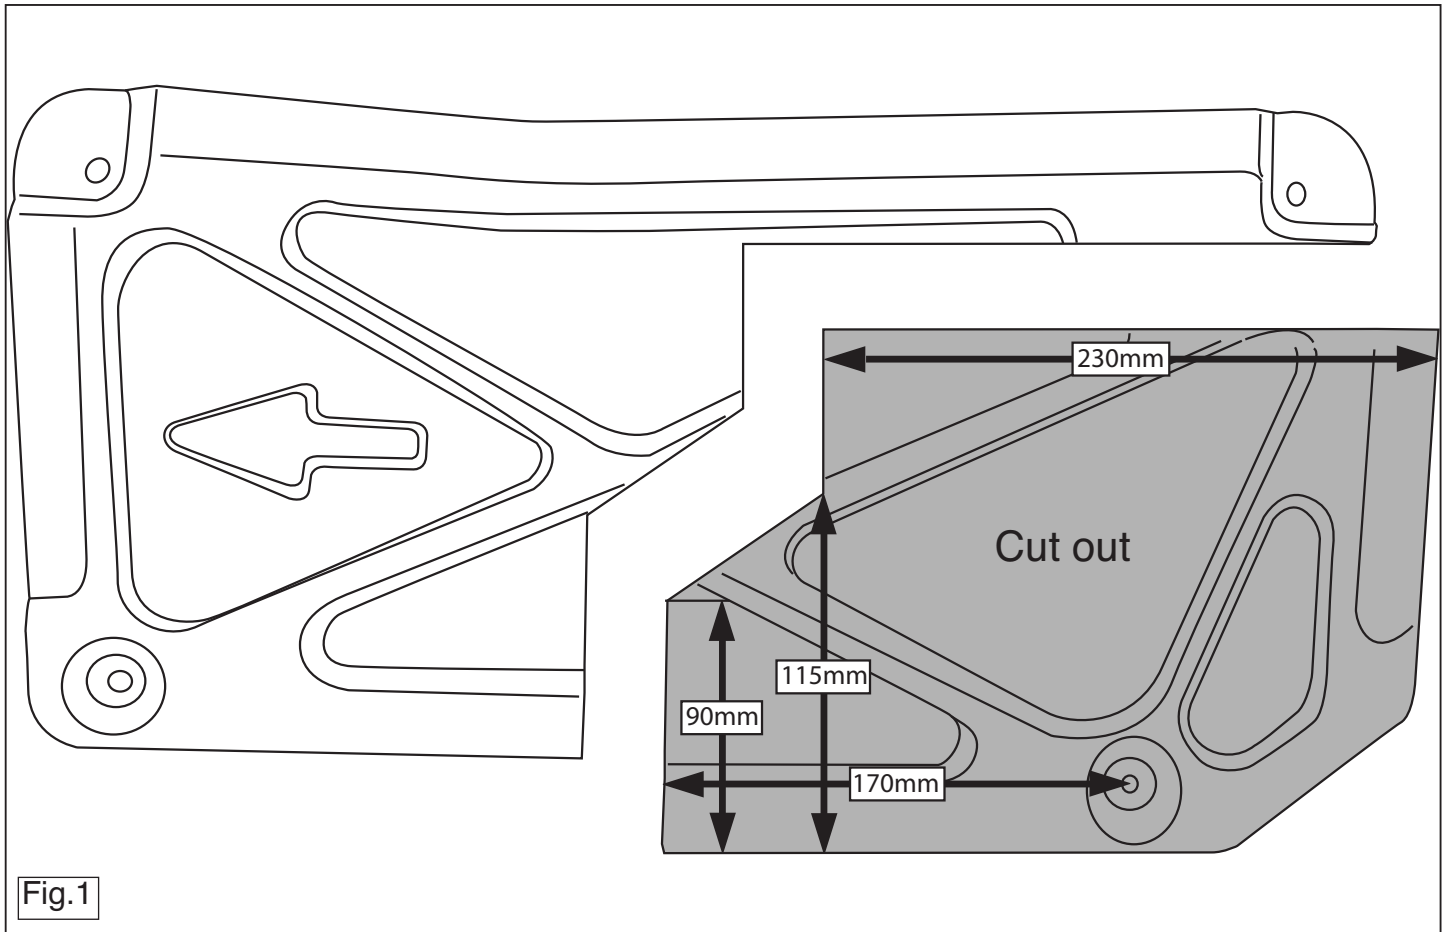

Fig.1
3. Выпилить часть из теплозащитного экрана, как указано на рис. 1.